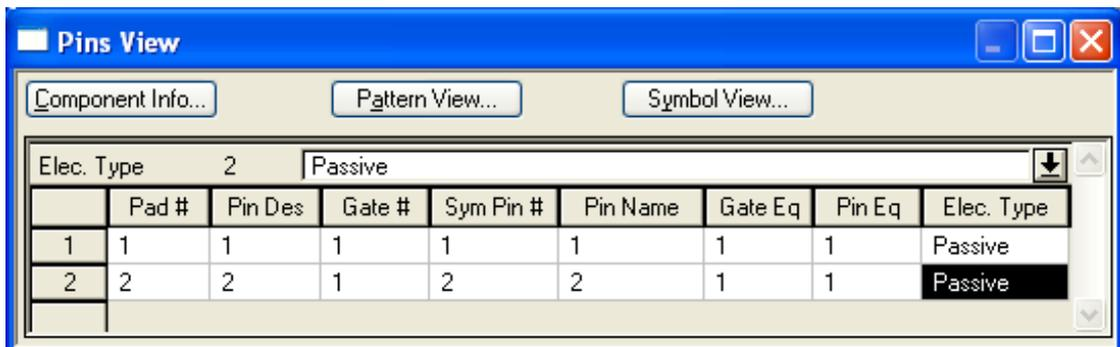

Рисунок 3.37 - Упаковочная информация резистора C1-4-0.125
- Ввести упаковочную информацию согласно таблице на рис. 3.37.